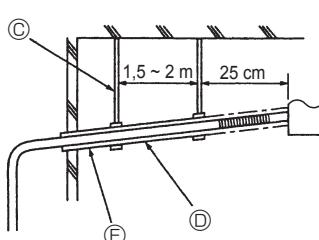

Fig. 8-2
- (4) Sørg for, at drænrørets strømningsretning er over 1/100. (Fig. 8-2)
- ⑥ Afstivning
- ⑦ Strømningsretning over 1/100.
- ⑧ Varmeisolering